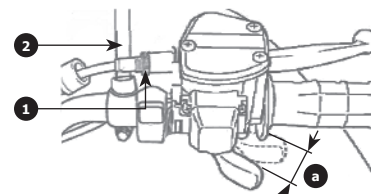

Рис. 79
1. Ослабьте контргайку **1** Рис. 79.